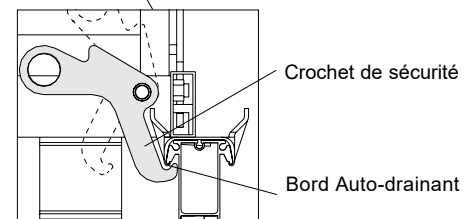

Fig. A9.12b
- > La passerelle est en outre sécurisée contre le basculement et le soulèvement. (Fig. A9.12b)